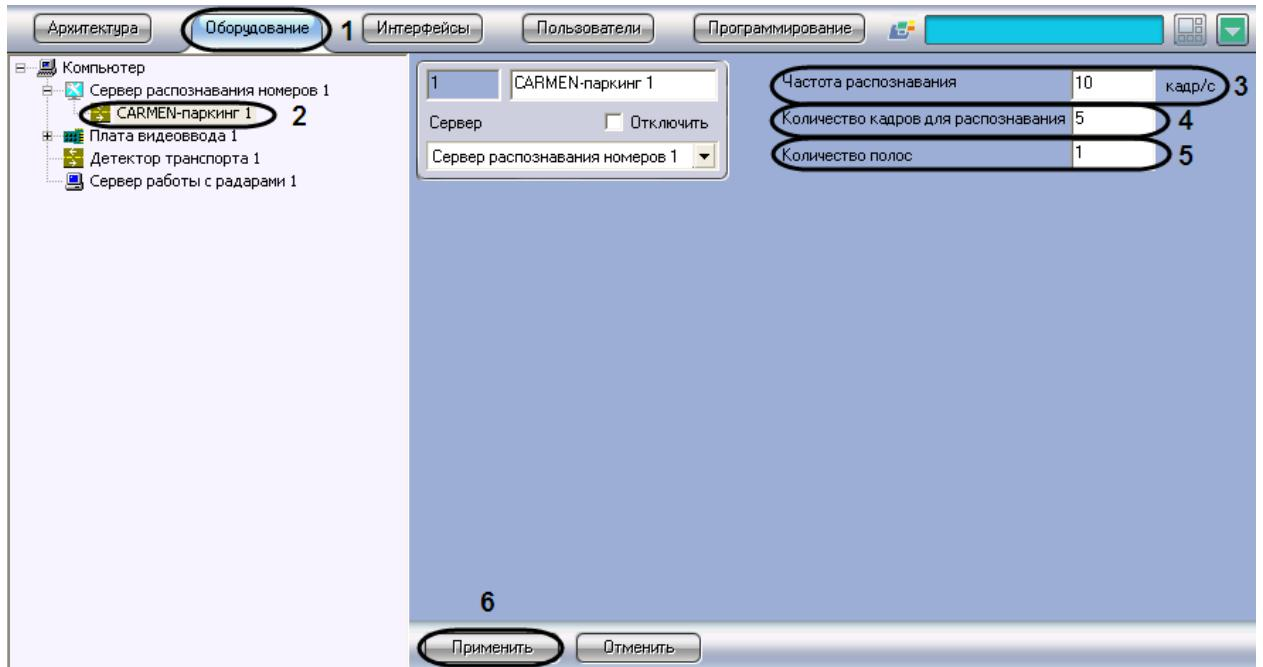

Рис. 7.2—5. Настройка программного модуля «CARMEN-паркинг»
1. В диалоговом окне «Настройка системы» перейти на вкладку «Оборудование» (Рис. 7.2—5, 1).
2. В дереве объектов на вкладке «Оборудование» выбрать объект «CARMEN-паркинг», соответствующий настраиваемому программному модулю «CARMEN-паркинг» (Рис. 7.2—5, 2). В правой части вкладки «Оборудование» отобразится панель настройки выбранного объекта.
3. В поле «Частота распознавания» ввести значение частоты распознавания кадра в секунду (см. Рис. 7.2—5, 3).